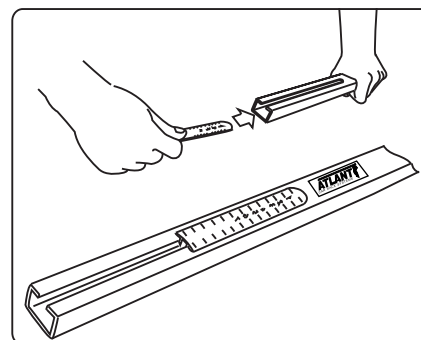

рис. 11
12. Поворотом ключа против часовой стрелки на угол 90° закройте замок крышки (рис. 11).
9. Вставьте линейку в прорезь поперечины закругленным концом вперед и шкалой наружу (рис. 11).